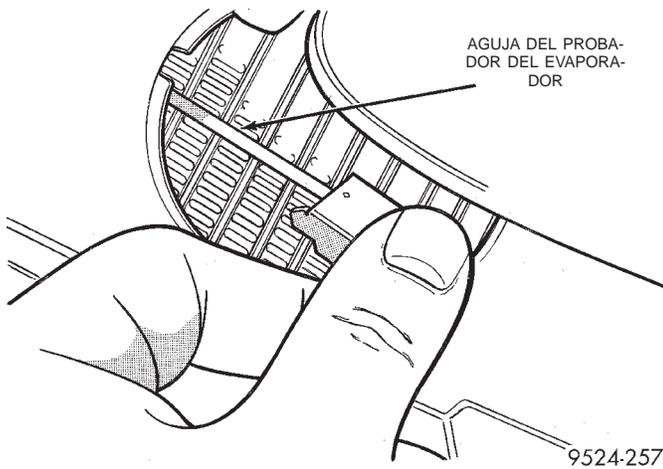

Fig. 85 Aguja del probador del evaporador
(15) Retire la cubierta del probador del evaporador. Tire de la aguja del evaporador desde éste (Fig. 85).